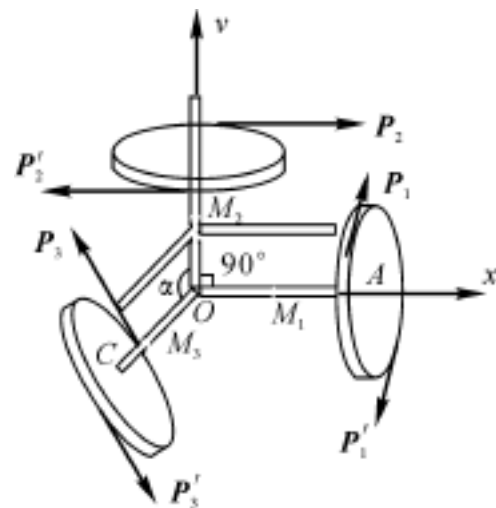

图 1.9
4. 如图 1.9 所示, 一物体由 3 个圆盘 A, B, C 和轴组成。圆盘半径分别是 $r_A = 15 \text{ cm}$, $r_B = 10 \text{ cm}$, $r_C = 5 \text{ cm}$ 。轴 OA, OB 和 OC 在同一平面内, 且 $\angle BOA = 90^\circ$ 。在这 3 个圆盘的边缘上各自作用力偶 (P_1, P_1') 、 (P_2, P_2') 和 (P_3, P_3') 而使物体保持平衡, 已知 $P_1 = 100 \text{ N}$, $P_2 = 200 \text{ N}$, 不计自重, 求力 P_3 和角 α 。